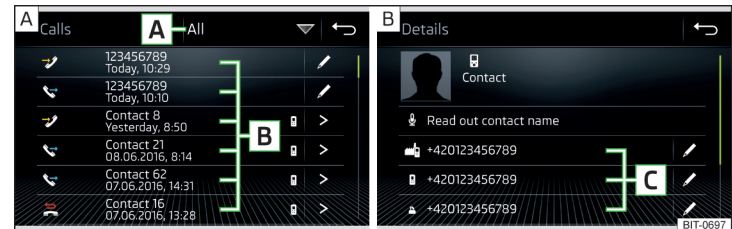

Abb. 214 Anrufliste / Kontaktdetail
- Im Hauptmenü *Telefon* die Funktionsfläche  antippen, es wird eine Anrufliste angezeigt » Abb. 214 - **A**.
- > Anzeige des Kontaktdetails » Abb. 214 - **B**